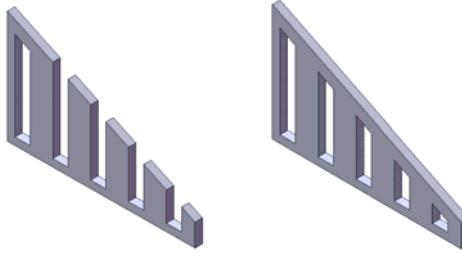

图 4-3 没选择随行变化（左）与选择了随行变化（右）
- 随型变化：让阵列实例重复时改变其尺寸，如图 4-3 所示。